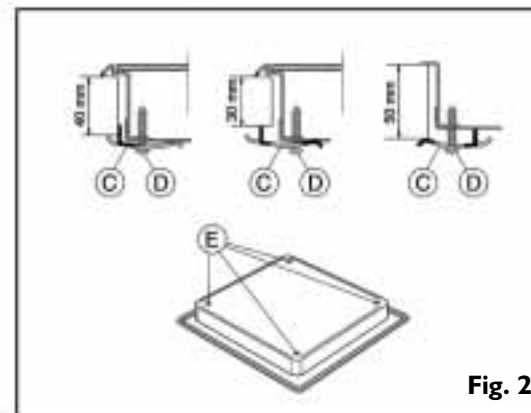

Fig. 2
Veillez faire attention : si la table de cuisson doit être installée sur une surface autre qu'une surface en bois (marbre, plastique, céramique, pierre, etc.), rappelez-vous de demander les plaques de fixation auprès de votre Service Après-vente (fig. 2) Code 4819 404 78697.
- Si le plan de travail est en marbre, en plastique, en céramique, en pierre naturelle, etc., fixez la table de cuisson au moyen des étriers (C)** (fig. 2).
- Positionnez les 4 étriers **(C)** en tenant compte de l'épaisseur du plan de travail, comme indiqué dans la fig. 2.
- Serrez les 4 vis **(D)** aux **(E)** (fig. 2).